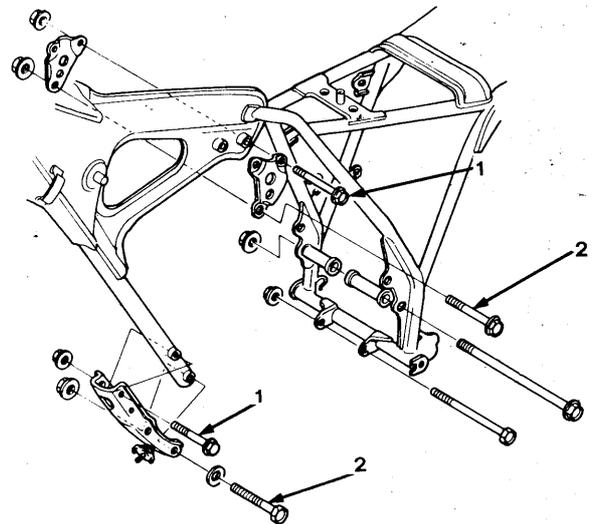

Bild 34b Befestigungsbolzen
- Die Motoraufhängungsbolzen gemäß Bild 34b montieren. Danach diese auf die vorgeschriebenen Anzugsmomente anziehen (Kapitel 2.1.4).